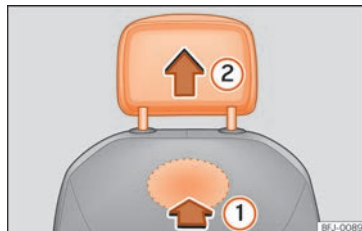

Abb. 68 Kopfstütze vorne ausbauen.
- Lokalisieren Sie zum Entriegeln der Kopfstütze die Aussparung im markierten Bereich auf der Rückseite der Sitzlehne und drücken Sie in Pfeilrichtung »» (Abb. 68) ①.
- Ziehen Sie die Kopfstütze in Pfeilrichtung ② heraus.